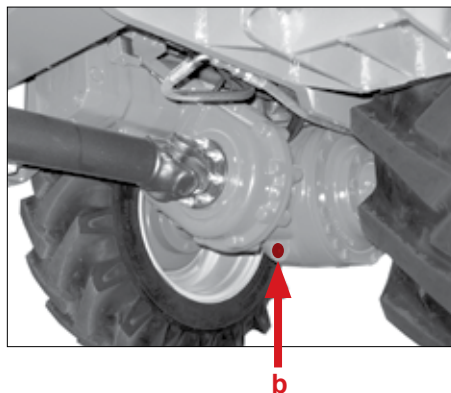

Fig. 93
4. Placer un récipient de diamètre suffisant sous l'orifice de vidange du carter de différentiel pos. b (Fig. 93).
6. Desserrer la vis à tête hexagonale intérieure pos. b (Fig. 93).
1. Resserrer la vis à six pans creux pos. b (Fig. 93) sur le carter du différentiel.